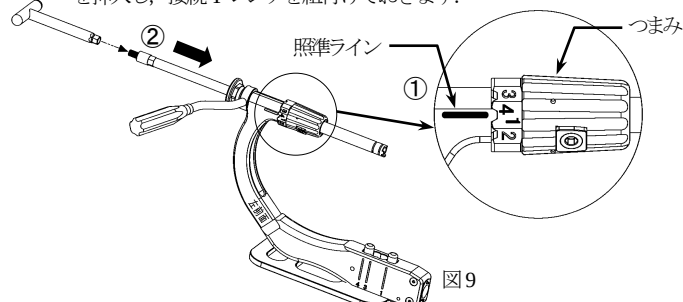

図 9
- 9) ネールとターゲットデバイスを組立てます。（図 9、10、11）